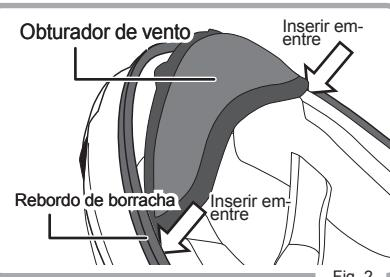

Fig. 2
2. Introduzir a entretela de ambos os lados do obturador de vento entre a parte da frente da almofada da bochecha e o rebordo de borracha. (Fig.2)